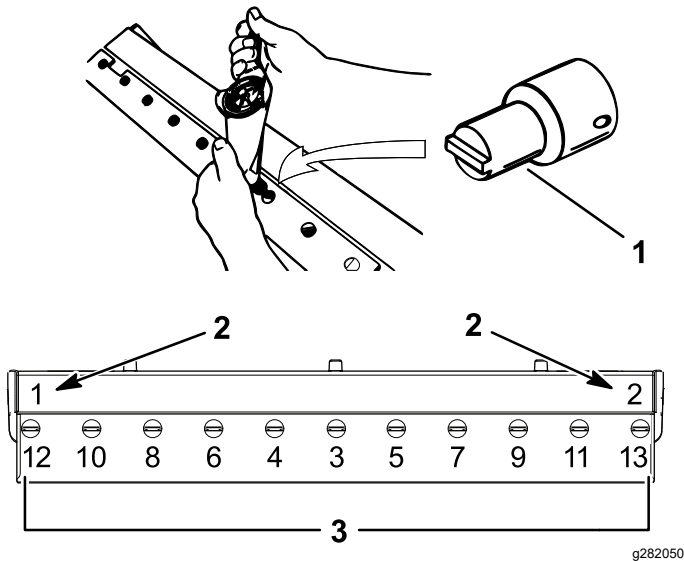

Bild 19
- A. Ziehen Sie die zwei äußeren Schrauben auf ein Drehmoment von 1 N·m an, siehe **Bild 19**.
- B. Fangen Sie in der Mitte des Untermessers an und ziehen Sie die Schrauben mit 23-28 N·m fest, siehe Bild 19.